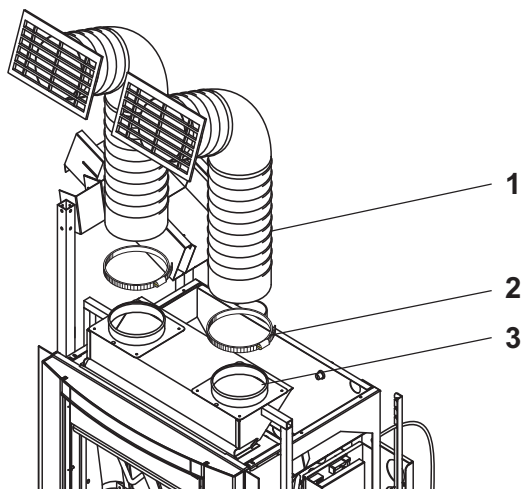

Fig. 6.4.1
Prendere il tubo flessibile alle estremità e allungarlo, accompagnandolo con un movimento rotatorio (Fig. 6.4.1).
Fissare il tubo (1) ai collari (3) con le fasciette (2) (Fig. 6.4.1).
Take the flexible pipe by the ends and extend it, rotating it at the same time (Fig. 6.4.1).
Attach the pipe (1) to the collars (3) with the clamps (2) (Fig. 6.4.1).
Das biegsame Rohr an den Enden greifen und ausziehen, dabei eine drehende Bewegung ausführen (Abb. 6.4.1).
Das Rohr (1) an den Halsen (3) mit den Schellen (2) befestigen (Fig. 6.4.1).